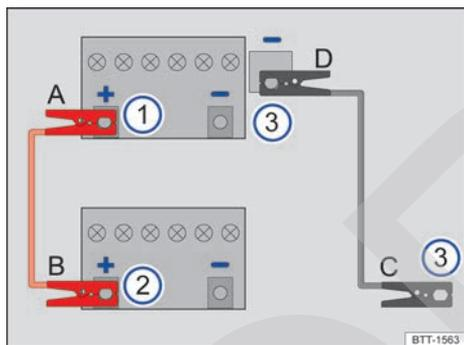
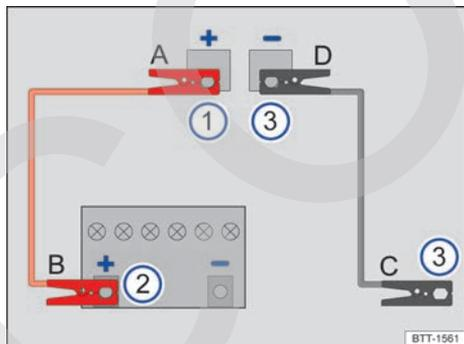

Fig. 243 Esquema para la conexión de los cables de arranque (batería de 12 voltios en el vano motor).
Fig. 244 Esquema para conectar los cables de arranque en el caso del vehículo que suministra la corriente (batería de 12 voltios en el maletero).
Leyenda de la fig. 243 y fig. 244:
Los cables de arranque solo se deberán conectar siguiendo el orden A – B – C – D → fig. 243.
- Conecte un extremo del cable de arranque *rojo* al polo positivo (+) de la batería de 12 voltios del vehículo que la tiene descargada → fig. 243 ① → ⚠.
- Conecte el otro extremo del cable de arranque *rojo* al polo positivo (+) del vehículo que suministra la corriente → fig. 243 ②.
- Conecte un extremo del cable de arranque *negro* → fig. 243 ③ preferentemente a una toma para la ayuda de arranque (terminal de masa) del vehículo que suministra la corriente; de lo ▶
- Conecte el otro extremo del cable de arranque *negro* → fig. 243 ③ preferentemente a la toma para la ayuda de arranque (terminal de masa) del vehículo con la batería de 12 voltios descargada; de lo contrario, al bloque motor o a una pieza maciza de metal atornillada fijamente al bloque motor de este vehículo → ⚠.
Los cables de arranque solo se deberán conectar siguiendo el orden **A - B - C - D** → fig. 244.
- Conecte un extremo del cable de arranque *rojo* a la toma para la ayuda de arranque (polo positivo) (+) del vehículo con la batería de 12 voltios descargada → fig. 244 ① → ⚠.
- Conecte el otro extremo del cable de arranque *rojo* al polo positivo (+) del vehículo que suministra la corriente → fig. 244 ②.
- Conecte un extremo del cable de arranque *negro* → fig. 244 ③ preferentemente a una toma para la ayuda de arranque (terminal de masa) del vehículo con la batería de 12 voltios que suministra la corriente; de lo contrario, al bloque motor o a una pieza maciza de metal atornillada fijamente al bloque motor de este vehículo.
- Conecte el otro extremo del cable de arranque *negro* → fig. 244 ③ preferentemente a la toma para la ayuda de arranque (terminal de masa) del vehículo con la batería de 12 voltios descargada; de lo contrario, al bloque motor o a una pieza maciza de metal atornillada fijamente al bloque motor de este vehículo → ⚠.
- Con los motores en marcha, desconecte los cables de arranque únicamente en el orden **D - C - B - A** fig. 243 o → fig. 244.